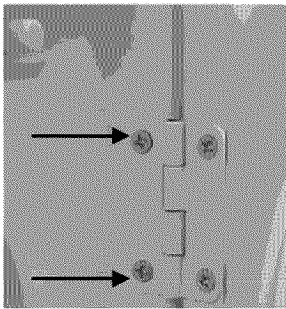

Figure 2
2. Retirez les quatre (4) vis qui retiennent la charnière au panneau avant (figure 2). Pour faciliter l'opération, retirez tout d'abord une seule vis par charnière. Desserrez ensuite les deux vis restantes tout en tenant fermement la porte pour éviter d'abîmer les charnières, le panneau avant ou la porte. Une fois les vis desserrées, continuez à retirer toutes les vis.